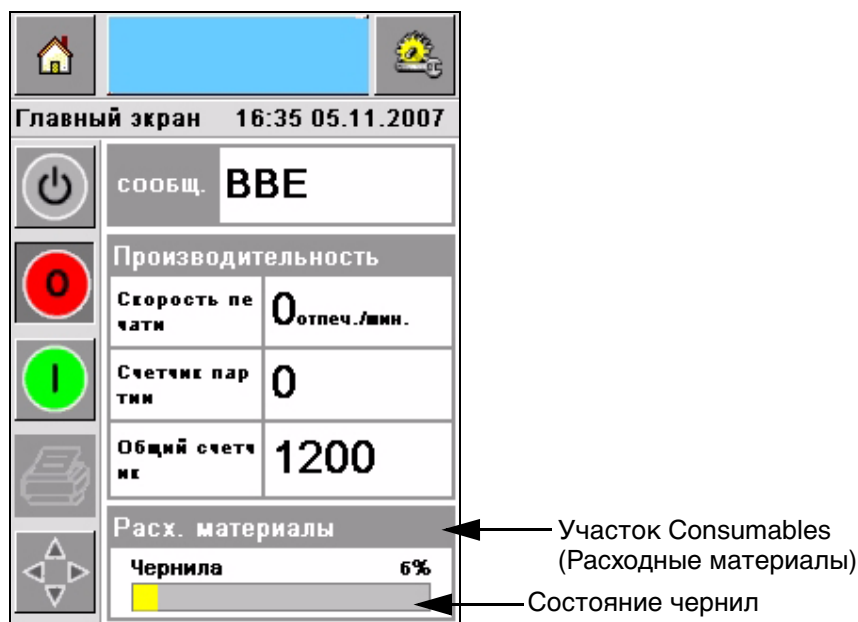
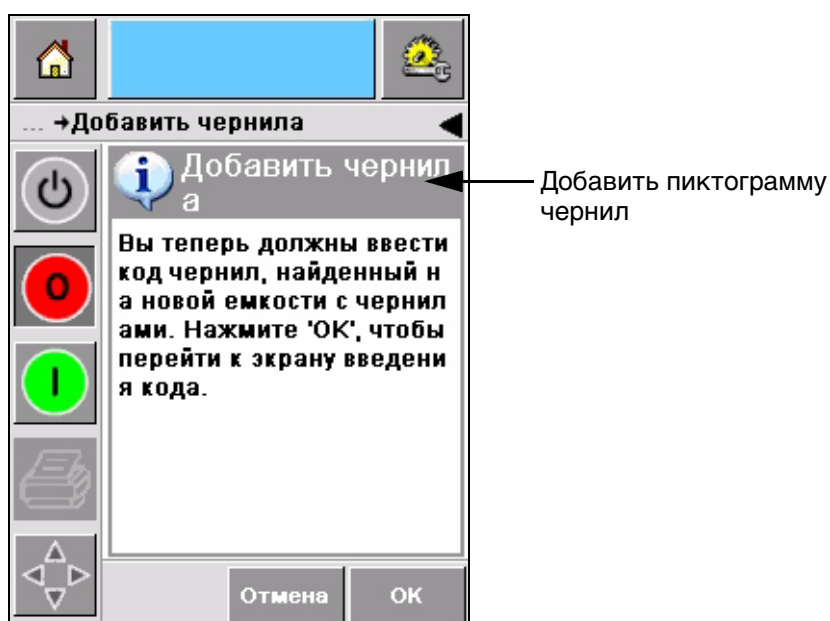
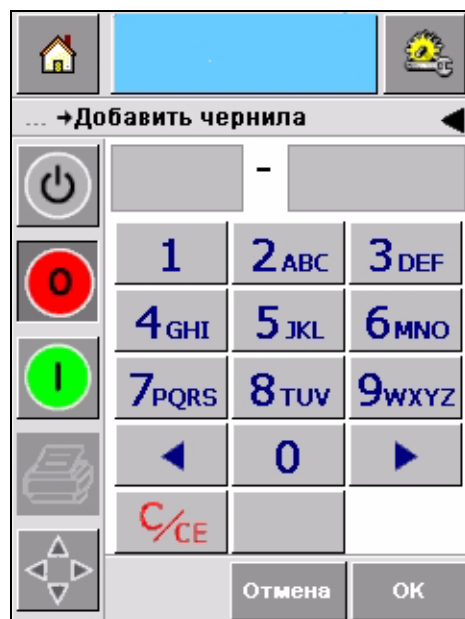

Рисунок 4-6: Участок Consumables (Расходные материалы)
Рисунок 4-7: Экран расходных материалов
Рисунок 4-8: Экран Добавить чернила
Участок Consumables *Домашней страницы* показывает процентное количество чернил, оставшихся в контейнере принтера. Для примера обращаться к Рисунок 4-6 на странице 4-6.
Чернила нужно добавлять, когда на экране CLARiTY появляется предупреждение о низком уровне чернил. Строка текущего состояния чернил будет показывать менее 5% (Рисунок 4-6). Состояние чернил, отображаемое в строке состояния, показывает, что старый картридж заменен после того, как чернила закончились.
- 1 Коснитесь участка *Consumables* на *Домашней странице* (Рисунок 4-6 на странице 4-6). Страница *Consumables (расходные материалы)* появится (Рисунок 4-7).
- 2 Коснитесь *Добавить чернила* пиктограмму (Рисунок 4-7). Экран *Добавить чернила* появится (Рисунок 4-8 на странице 4-8).